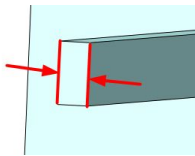

图 4-80 翼梁的深度
(2)  **【输入翼梁的深度】**: 设定所有翼梁的深度, 如图 4-80 所示。